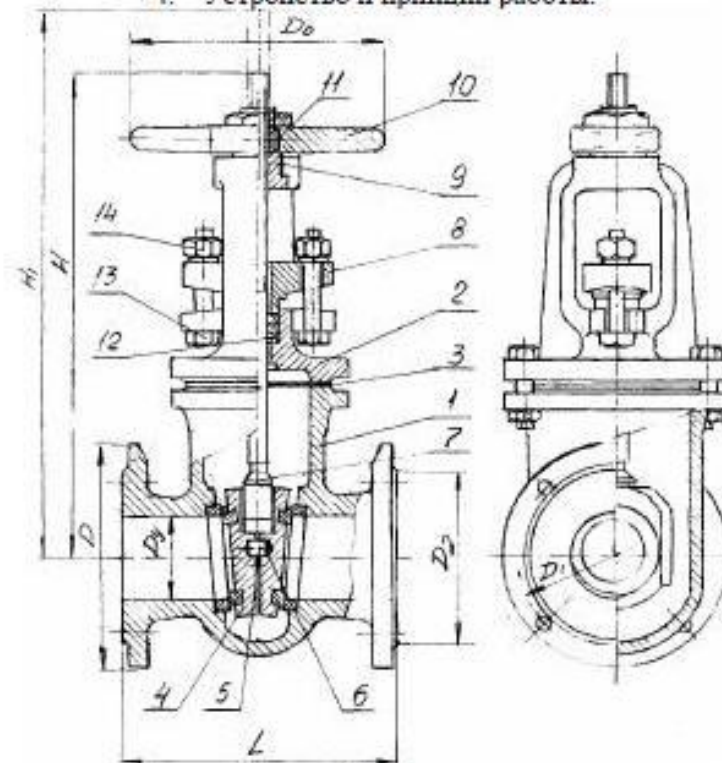

Рис. 1
Примечание: см. рис. 1
4.1. Устройство задвижки (см. рисунок 1).